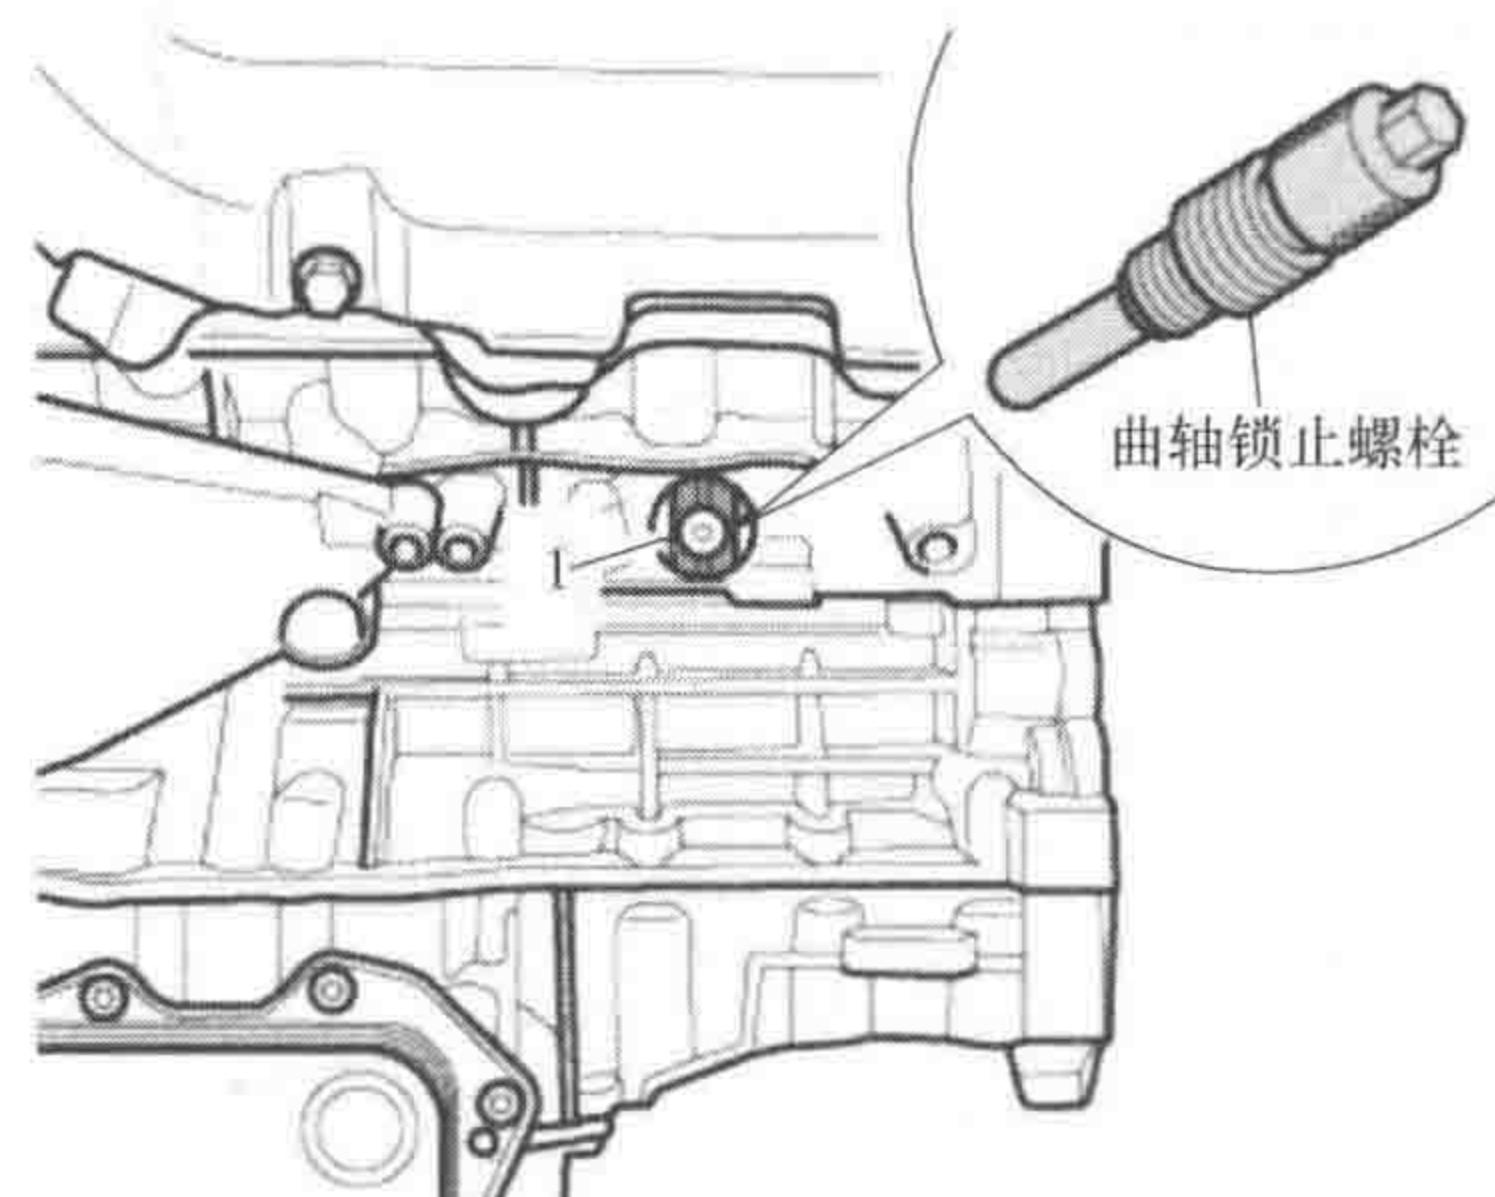

图 1-1-14
(6) 如图 1-1-14 所示, 将曲轴锁止螺栓用 $20\text{N}\cdot\text{m}$ 的力矩拧入孔中; 必要时来回小幅转动曲轴 1, 以便完全对准螺栓。
栓固定在上止点位置，如图 1-1-14 所示。